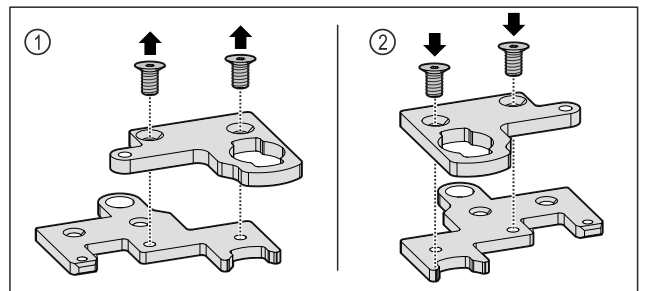

Fig. 34
- ▶ Роз'єднайте двосекційний кутик петлі. Fig. 34 [1]
- ▶ Знову зберіть двосекційний кутик петлі, повернувши його на 180°. Fig. 34 [2]